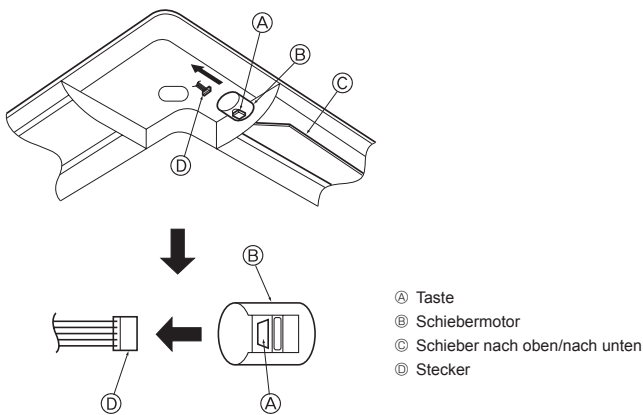

Fig. 5-9
5.4. Verriegelung der Richtung des Luftstroms nach oben/nach unten (Fig. 5-9)